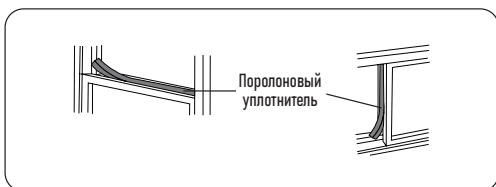

Рисунок 7
- Вырежьте поролоновый уплотнитель по ширине окна. Заполните уплотнителем пространство между стеклом и окном, чтобы предотвратить проникновение воздуха и насекомых в комнату (Рисунок 7).